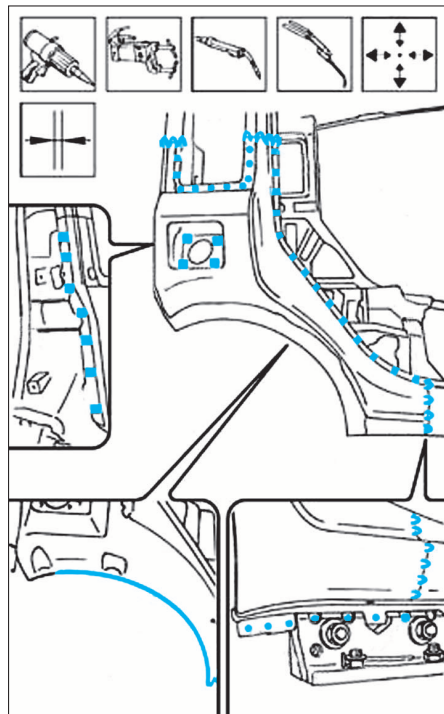

FIG. 24
- Ajuster l'aile AR avec la porte AR, le bouclier AR et le hayon, puis souder comme illustré (Fig.24).
- Ajuster la jupe AR avec le bouclier AR, les feux AR et le hayon, puis souder comme illustré (Fig.24).